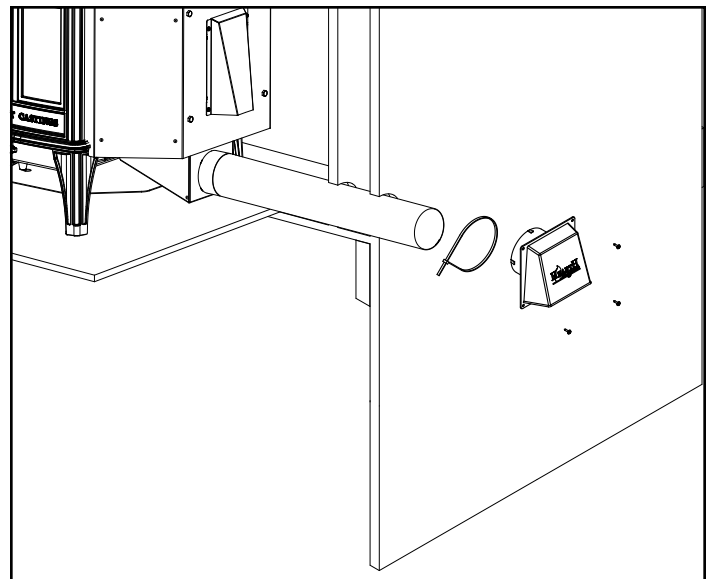

Figure 5.8 - Installation arrière
2. Utilisez un tournevis à tête cruciforme # 2 pour fixer l'adaptateur flexible au poêle au moyen de 4 vis. Figure 5.8 et 5.9.